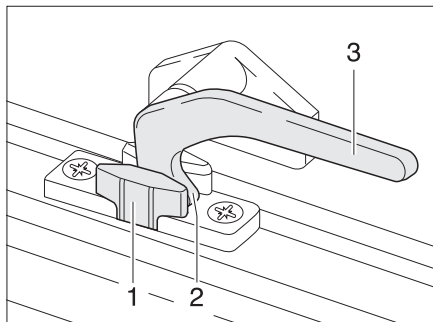
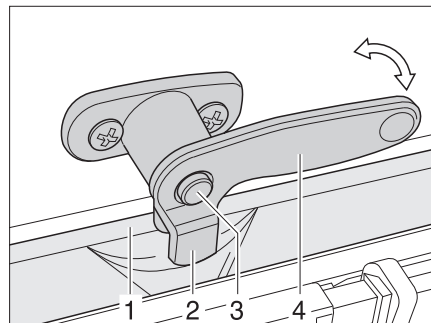

Fig. 73 Leva di serraggio in posizione "Aerazione continua"
Fig. 74 Leva di serraggio con bottone di sicurezza in posizione "Aerazione continua"
- In posizione di "Aerazione continua" (Fig. 73)
- Se presente, premere il bottone di sicurezza (Fig. 74,3) e mantenerlo premuto.
- Ruotare la leva di serraggio (Fig. 73,3 o Fig. 74,4) di un quarto di giro verso il centro della finestra.
- Girare nuovamente all'indietro la leva di serraggio. Far entrare il nasello di chiusura (Fig. 73,2 o Fig. 74,2) nella rientranza della chiusura della finestra (Fig. 73,1 o Fig. 74,1).